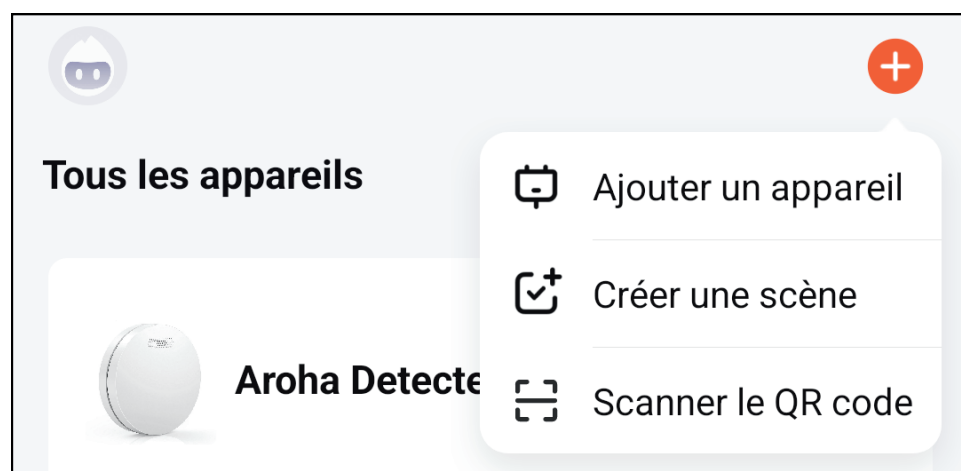

Figure 1 : Ajouter un appareil dans l'application
Étape 5: Cliquez sur le "+" dans le coin supérieur droit de l'écran d'accueil de l'application. Choisissez ensuite "Ajouter un appareil", comme vous le voyez sur la figure 1. L'application recherchera désormais automatiquement les appareils en mode couplage. Suivez les étapes décrites dans l'application.